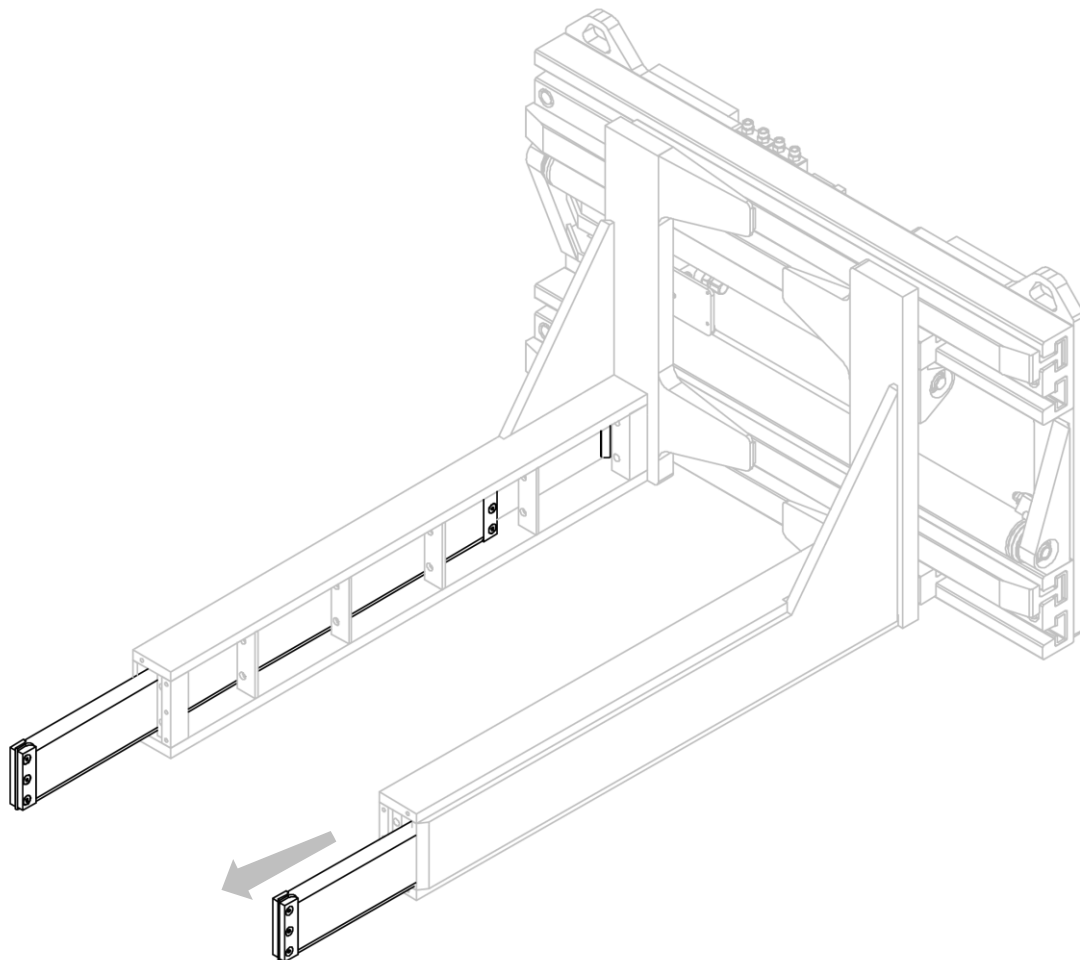

Abbildung 35
2. Nehmen Sie die Gummilager aus ihren Aufnahmen (siehe *Abbildung 35*).